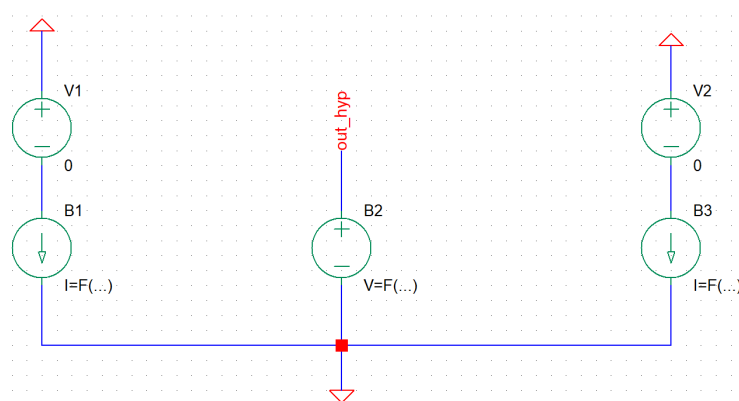

Figura 1: Schema electrică cu implementarea funcțiilor de expandare folosind surse comportamentale
- desenați schema de test din Figura 1, unde sursele B1 și B3 sunt surse de curent comportamentale arbitrare (**bi**), sursa B2 este sursă de tensiune comportamentală arbitrară (**bv**) iar sursele V1 și V2 sunt surse de tensiune de 0V folosite pentru citirea curentului de ieșire;